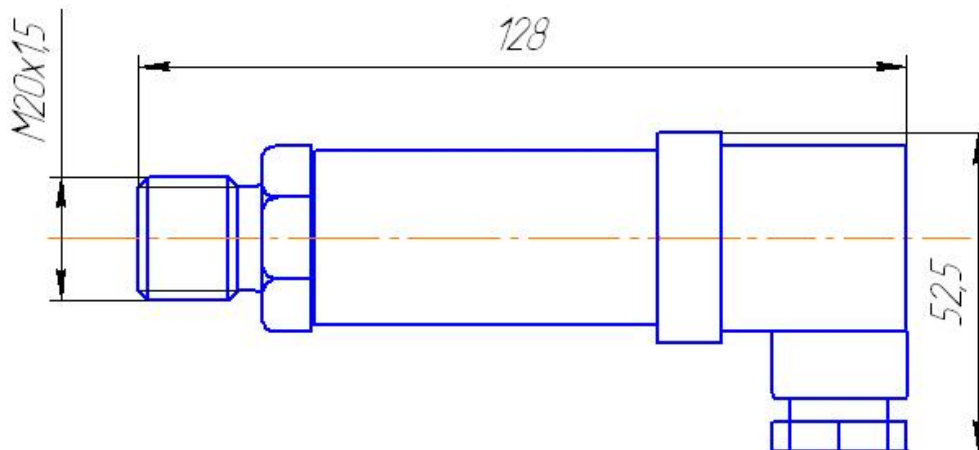

Рис.2 Общий вид датчика ДДМ-03-ХХ-ДИ(ДВ)
- 3.16. Габаритные размеры приведены на рис.2, рис 3, рис 4.
- 5.2. Общий вид датчика показан на рис.2, рис 3, рис 4.